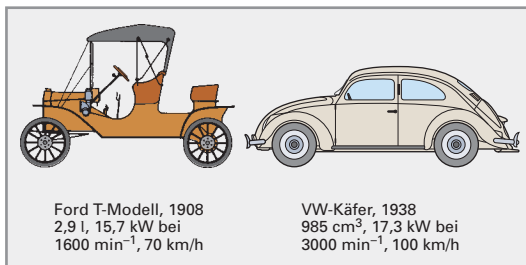

**Bild 1:** Daimler Motorrad und Benz Motorwagen
- 1885** Erstes **motorgetriebenes Zweirad** von **Daimler**. Erster **Dreiradkraftwagen** von **Benz** (1886 patentiert) (**Bild 1**).